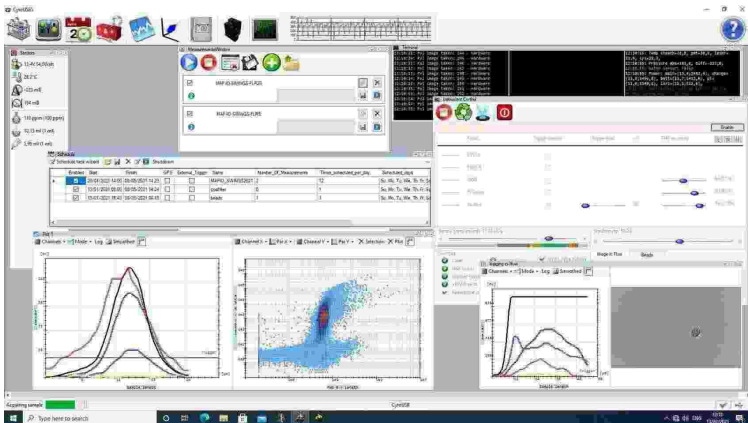

Figure 1: Logiciel d'acquisition du Cytomètre CytoUSB5
- Vérification des capteurs de pression et de température interne (à noter dans le cahier, fig. 1)
- Le liquide de gaine a bien été nettoyé par filtre charbon chaque jour (automatique) (fig. 1 ou Explorateur Windows)
- L'analyse des billes (beads) a bien lieu une fois par jour (automatique) (fig.1 ou Explorateur Windows)
- Dévisser la vis de maintien du sous-échantillonneur (fig. 1)
- Démonter le tubing allant du sous-échantillonneur (SE) au Cytomètre et le remplacer par le tubing avec l'embout de bougie (fig. 1).